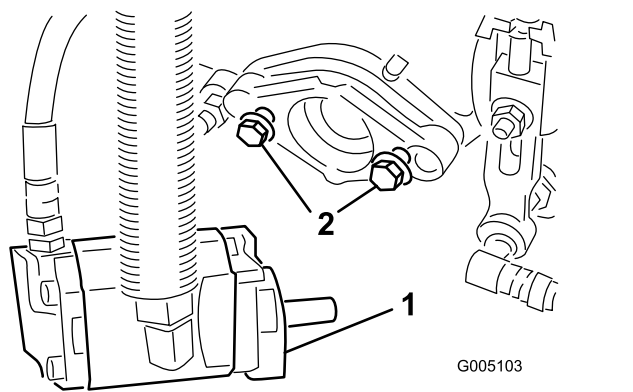

図 10
6. リールモータ取り付けボルトのねじの頭が、それぞれおよそ 13mm 突き出した状態になるようにすること 図 10。
8. 取り付けボルトを締め付ける。 図 10。